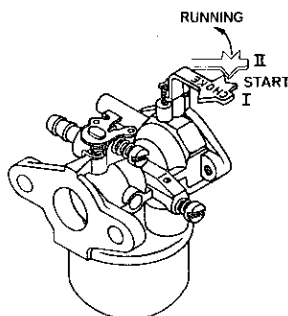

Fig. 2
Placer le choke du carburateur en position "START" (fig. 2, pos. 1)
Laisser le choke du carburateur dans la position de marche (fig. 2, pos. "running").
- Après le départ d'un moteur froid, placer d'abord le choke en position II (fig. 2), puis, après échauffement du moteur l'ouvrir en position de marche (fig. 2, pos. "running").